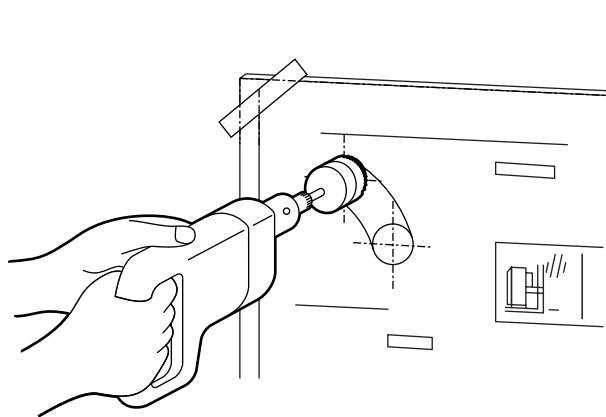
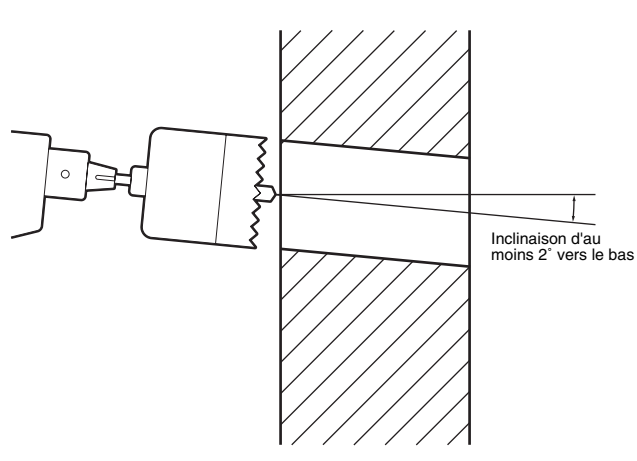

Fig. 5
Fig. 6
4. Percer la découpe de passage du tuyau de cheminée à partir de l'intérieur de la pièce. Utiliser une perceuse électrique munie d'une scie-cloche de 2-3/4 po. de diamètre (Voir Fig. 5). L'ouverture du côté intérieur doit être légèrement plus haute que celle du côté extérieur (d'environ 1/4 po.), de telle sorte que le tuyau de cheminée soit légèrement incliné vers le bas (d'environ 2 degrés) une fois installé (Voir Fig. 6). Cette précaution assurera l'évacuation vers l'extérieur de l'humidité de condensation dégagée par la cheminée et empêchera la pluie ou la neige de pénétrer de l'extérieur après l'installation.